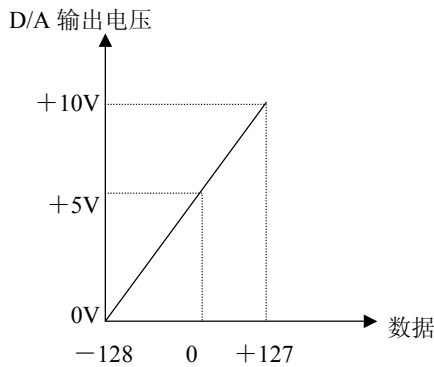

图 1
① 除速度和负载的输出以外的其它输出数据与 D/A 输出的关系如下面的图 1 所示。
如果参数 SP255 (SP256) 设定为 256 (倍率 1), 从图 1 所得到的 D/A 输出电压将如下式所示, 超过 D/A 输出的最大电压值。
如果参数 SP255 (SP256) 设定为 256 (倍率 1), 从图 1 所得到的 D/A 输出电压将如下式所示, 数据就可以验证。